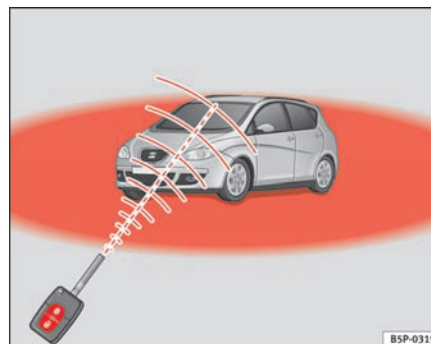

Fig. 65 Fjernbetjeningens virkeområde
- Fjernbetjeningen virker kun, når bilen er inden for fjernbetjeningens virkeområde ⇒ side 98, fig. 65 (rødt område).